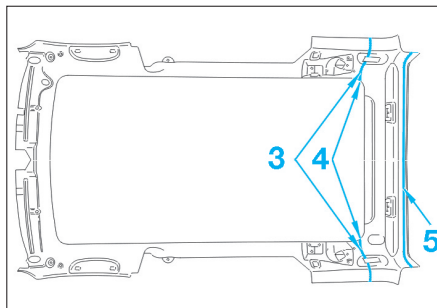

FIG. 109
- Insérer une plaque de protection en (3) entre la tôle de pavillon et le pavillon multifonction afin de pouvoir découper dans les zones (4) sans endommager le pavillon (Fig.109).
- Découper en (5) pour accéder au cordon de colle.